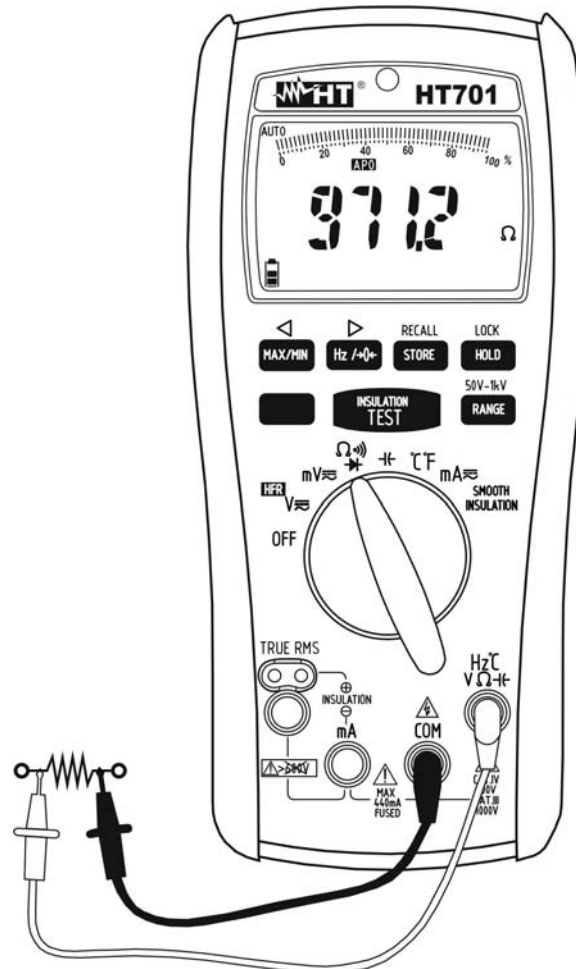

Abb. 6: Verwendung des Gerätes für Widerstandsmessung und Durchgangsprüfung
3. Verbinden Sie die rote Messleitung mit der **Hz°CVΩH** Eingangsbuchse, und die schwarze Messleitung mit der **COM** Eingangsbuchse (siehe Abb. 6)